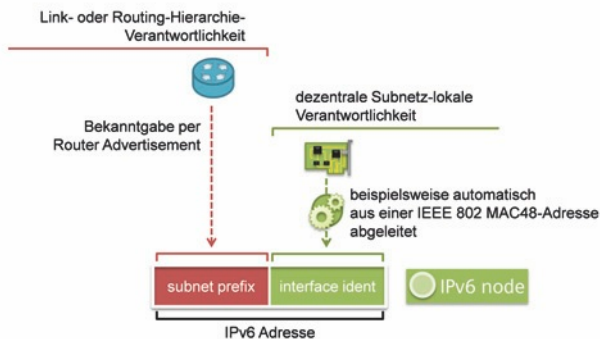

Bild 4: Aufteilung IPv6 Adresse
- weitere Konfigurationsparameter dem Teilnehmer mitgeteilt. Damit möchte man besonders den Aufwand bei der Administration von Netzwerken deutlich reduzieren, siehe Bild 4.